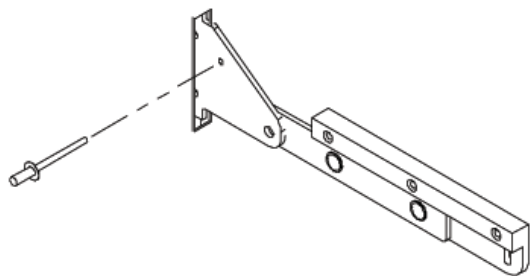

Figura 26: Utilice un remache, tornillo o clavo para mantener abierta la bisagra
2. Abra la puerta del horno hasta el tope e inserte remaches, tornillos o clavos (Figura 26) de modo las bisagras queden sujetas en posición de apertura.